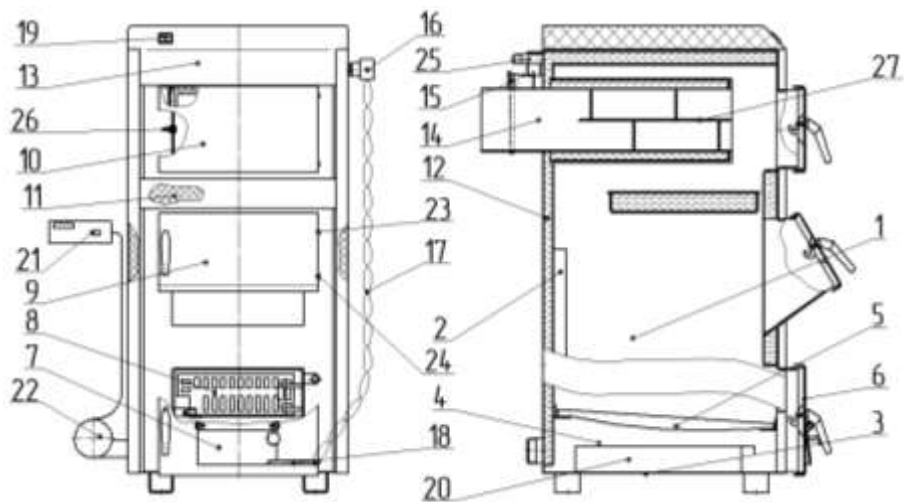

Рис. 1. Апарат опалювальний твердопаливний водогрійний АОТВ 12С ... 40С.
2.2.2.1.8 Для регулювання тяги в апараті необхідно встановити на повітряну заслінку поз. 7 (рис.1) регулюючий гвинт, який знаходиться в камері завантаження. Для запобігання руйнування корпусу від перевищення тиску необхідно встановити запобіжний клапан WATTS SVH25 (2,5 бар) – G1/2" (внутрішня різьба) на патрубок, що знаходиться на верхній кришці апарата (запобіжний клапан не входить в комплект поставки апарата).
Регулятор закріпіть зовнішньою різьбою 3/4" до штуцера в апараті із внутрішньою різьбою 3/4". Різьбові з'єднання ущільніть (стрічка ФУМ, клоччя і т.п.). Регулятор поверніть так, щоб наконечник для закріплення стержня був направлений вгору. Вставте більший кріючок ланцюжка в отвір важеля регулятора. Інший кінець просуньте через державку 18 рис.1,2 на дверцятах 7 рис. 1,2 апарата і вільний кінець закріпіть вільним кріючком на висячому ланцюжку. Перевірте чи висить ланцюжок вільно і чи вільно рухається важіль. При установці орієнтуйтеся по червоній шкалі.